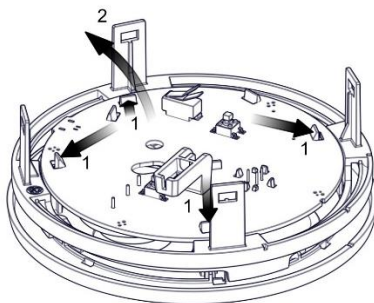

Figure 15
4. Dégagez la carte de circuits imprimés des loquets de maintien (*reportez-vous à la Figure 15*).